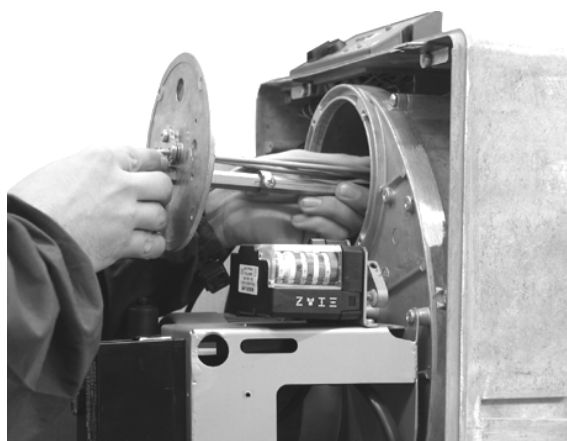

Fig. 25
- Sfilare la testa di combustione dalla sua sede come mostrato in Fig. 25.